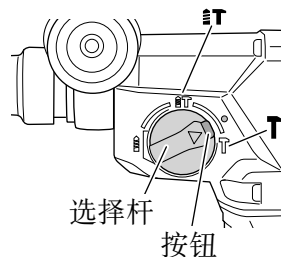

图 27
#### (2) 按下按钮，并将选择杆调整至 **HT** 记号和 **T** 记号的中间 (图 27)。